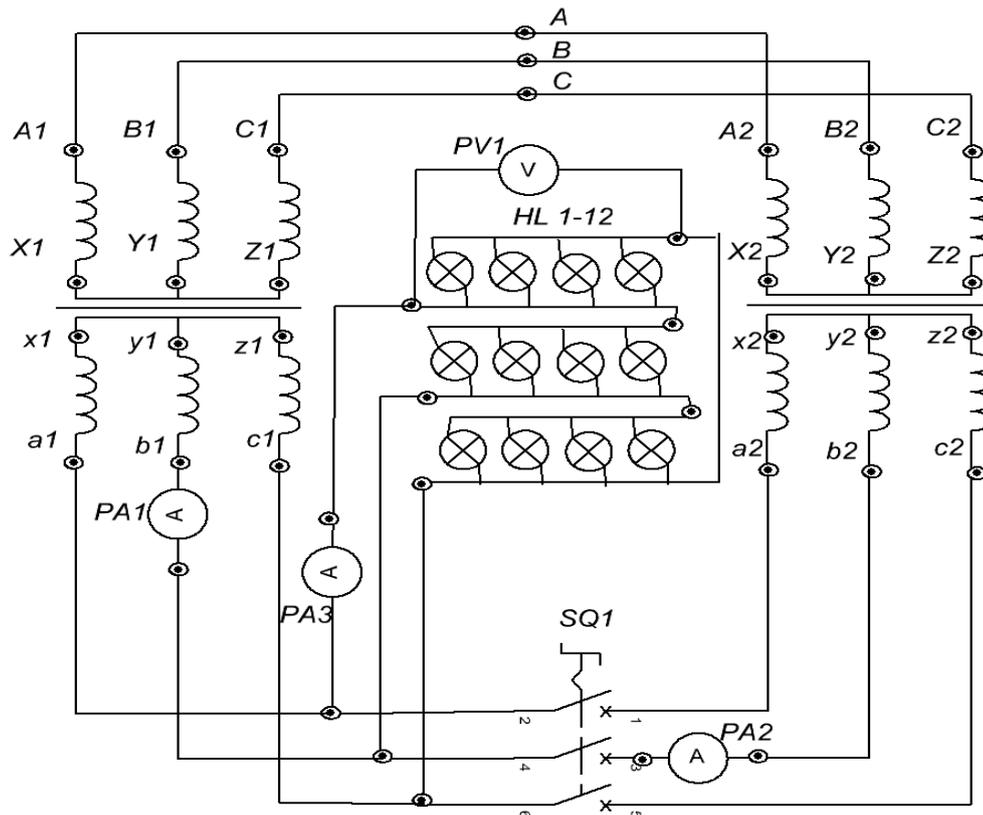

Рис.1. Схема включения трехфазных трансформаторов на параллельную работу
2. Собрать схему по рис.1; после проверки ее преподавателем включить схему на холостом ходу (при выключенных лампочках и SQ1).